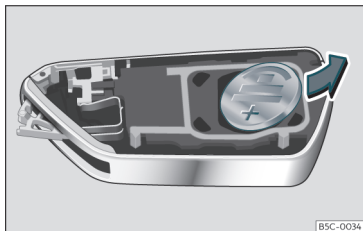

Fig. 69 Chiave del veicolo: estrarre la batteria.
- Estrarre la batteria dal vano con un oggetto fino adatto >>> **fig. 69**.
- Inserire la nuova batteria premendola nel vano batteria >>> ①.